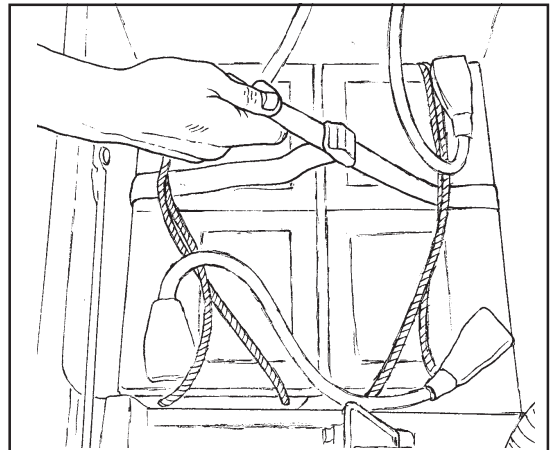

Figure 12
11. Fixez les batteries en place à l'aide des courroies des batteries (Voir Figure 12).